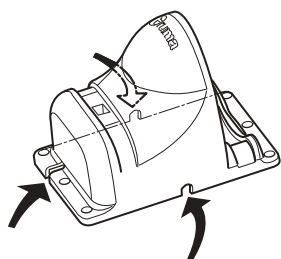

Fig. 52
- ⓘ A seconda della situazione di montaggio, il cavo può essere fatto passare in una qualsiasi delle tre cavità del supporto presa (Fig. 52).